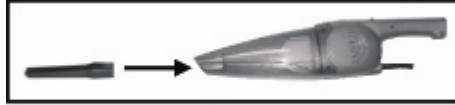

Fig. 5
- Coloque el cabezal esquinero o el cepillo para piso dentro del orificio de succión. (Fig. 5).